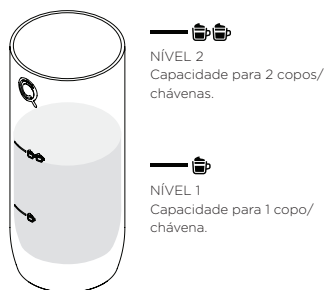

Fig. 19: Colocar leite no depósito de leite.
- Coloque o leite no depósito de leite de acordo com quantidade que pretende (ver **Fig. 19**).